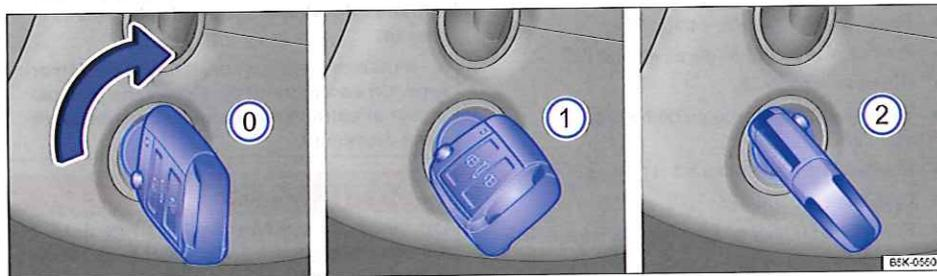

Fig. 137 Positions de la clé du véhicule dans le contact-démarrreur
Positions de la clé du véhicule  $\Rightarrow$  fig. 137
3.	Uniquement sur les véhicules avec moteur diesel : pour le préchauffage, amenez la clé du véhicule dans le contact-démarrreur en position ⇒ fig. 137 ①. Le témoin de contrôle  s'allume dans le combiné d'instruments.
5.	Lorsque le moteur démarre, relâchez la clé du véhicule dans le contact-démarrreur. Lorsque vous relâchez la clé du véhicule, celle-ci retourne en position ⇒ fig. 137 ①.